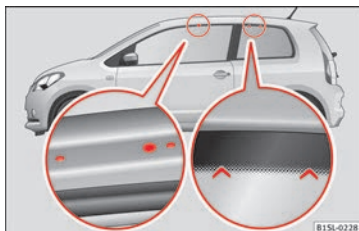

Fig. 141 Points de fixation des supports standards et de la galerie porte-bagages du toit sur les véhicules à deux portes.
» fig. 141 (agrandissement gauche). Les orifices et les marques sont uniquement visibles lorsque la porte est ouverte. Les marques des points de fixation des supports de base arrière se trouvent dans la partie supérieure des glaces » fig. 141 (agrandissement droit).
- Le support standard doit être fixé **uniquement** aux points indiqués sur l'illustration » fig. 141.